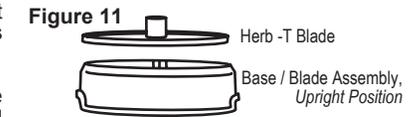

Figure 11
3. Insert the second Herb Blade labeled "HERB-T" (with the wording facing up) on top of the bottom Herb Blade (Figure 11).
3. Introduisez la deuxième lame pour les herbes étiquetée HERB-T (avec le texte dirigé vers le haut) sur la lame inférieure des herbes (Figure 11).